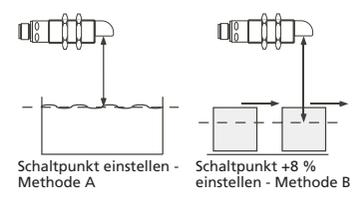

Abb. 3: Einstellung des Schaltpunktes bei unterschiedlicher Bewegungsrichtung des Objekts
standsmessung, ist so die eingelernte Entfernung des Niveau, bei dem der Sensor schalten soll, s. Abb. 3.
■ Für die Abtastung von Objekten, die seitlich in das Schallfeld eintreten, sollte die Teach-in-Prozedur »Schalt-punkt +8 % einstellen – Methode B« gewählt werden. Es wird ein um 8 % größerer Schalt-punkt als die tatsächliche Entfernung zum Objekt eingestellt. Dies stellt auch bei geringfügigen Höhenschwankungen der Objekte einen stabilen Schalt-punkt sicher, s. Abb. 3.